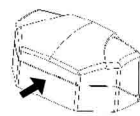
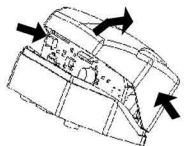

Рис. 1
Рис. 2
1. Снимите крышку извещателя, для чего нажав на заднюю стенку основания извещателя (рис.1), сдавите пальцами второй руки края крышки, в местах указанных на рис.2, снимите крышку.